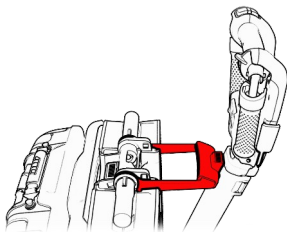

Figura 48
4. Conecte el mango principal a la carcasa del botón de varilla (vea la figura 48).